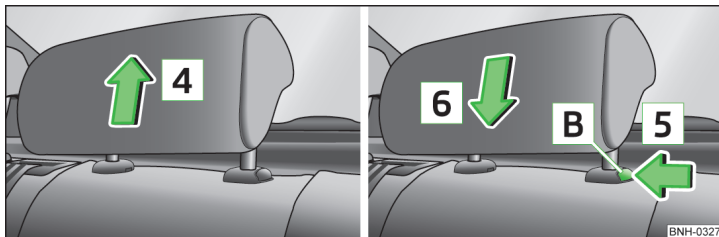

Abb. 51 Höhe der Kopfstütze hinten einstellen
- » Die Stütze **nach oben** in Pfeilrichtung **4** » Abb. 51 verschieben.